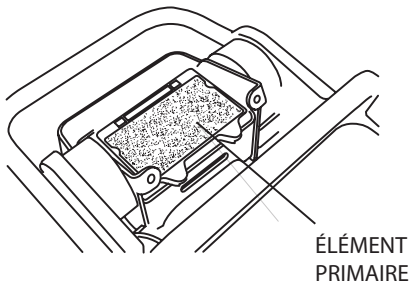

Figure 13. Élément primaire du filtre à air
- Retirer le couvercle du filtre à air. Desserrer et retirer les 2 vis qui maintiennent le couvercle à l'ensemble de filtre à air. Si l'élément primaire (Figure 13) est sale, lavez-le avec de l'essence ou du kérosène. Puis trempez-le dans de l'huile à moteur (SAE10W-30) et essorez l'élément afin que 25 à 30 cc de l'huile à moteur demeure sur l'élément.